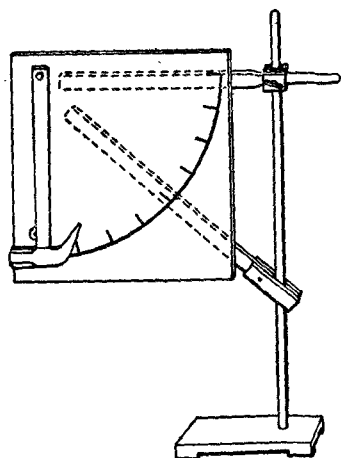

图 5
(2) 施力部分：取一块 270×270 [毫米]² 的三夹板，在它的正面如图 5 所示画上刻度，在它的背面钉上两根长木条。接着，用十字夹把水平方向的长木条夹在铁架台的直柱上；并在斜放着的长木条的下端钉上两块小木条，使这根长木条能顶在铁架台的直柱上，承担一部分重量。然后，取一个约重 400 克的铁锤，装上 $10 \times 15 \times 210$ [毫米]³ 的木条作为锤柄。锤柄的末端要钻一个略大于螺丝直径的圆孔，穿入螺丝，把铁锤钉在三夹板的左侧，铁锤就能绕着螺丝摆动。为了使铁锤每次摆动都能停在同一位置上，在三夹板的左下角要再钉一个螺丝，并装上两个螺帽来制动，这样铁锤往左摆动时，锤尖就能被螺帽勾住而不再往左移。